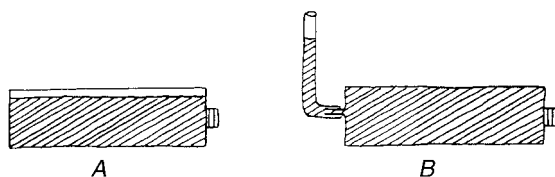

Figura 7: Reservatório incorrectamente cheio e reservatório correctamente cheio. A: incorrectamente, B: correctamente.
- 1 Depois de cheio, o reservatório não deve conter ar. Permanecendo uma camada de ar no reservatório, esta funcionaria como isolante (ver a figura 7).
Se a incubadora for aquecida a petróleo, ateste o recipiente de água quente (aproximadamente 40 °C). O calor transmite-se melhor se não houver ar no reservatório (ver a figura 7). Regula-se o calor rodando a mecha do candeeiro a petróleo para cima ou para baixo até obtenção da temperatura constante de 38,9 °C. Lembre-se que a chama do candeeiro a petróleo diminui quando o nível de petróleo desce. Encha o candeeiro com regularidade. Para colocar o termómetro, ver o parágrafo Incubadora eléctrica.